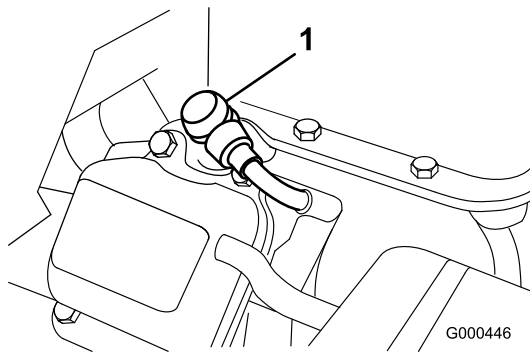

Bild 29
1. Ziehen Sie den eingegossenen Zündkerzenstecker ab (Bild 29).